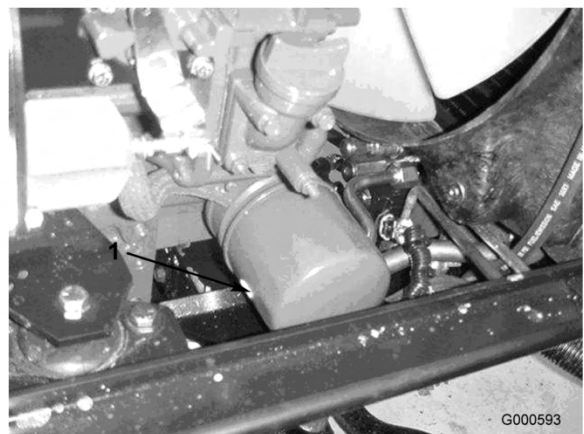

Figura 35
2. Retire o filtro do óleo (Figura 35). Aplique uma leve camada de óleo limpo no vedante do filtro novo antes de o montar. Não aperte demasiado.